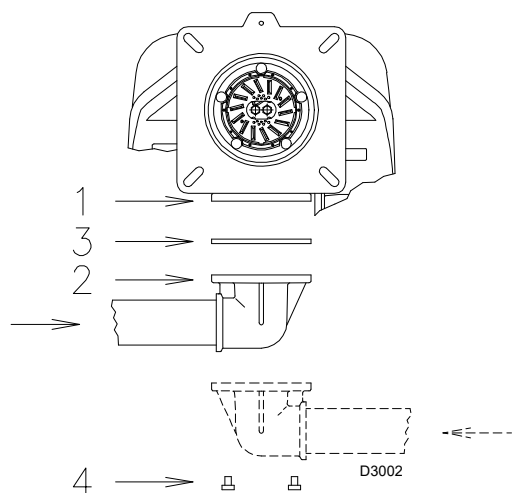

Abb. 28
- Die Gasstrecke wird am Gasanschluss 1)(Abb. 28) mit dem Flansch 2), der Dichtung 3) und den Schrauben 4) angebracht, die dem Brenner beiliegen.
- Die Strecke kann von rechts oder links kommen, je nach dem was günstiger ist. Siehe Abb. 28.